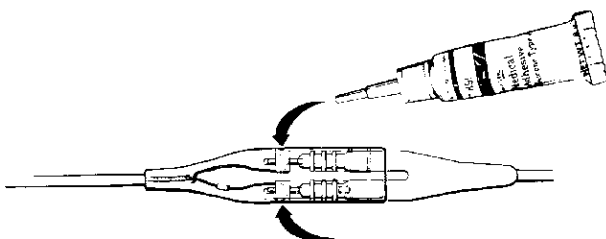

Figure 3. Appliquer de la colle médicale dans les trous des deux vis.
7. Placer l'embout d'applicateur sur le tube de colle médicale. Remplir puis couvrir les trous des deux vis avec de la colle médicale (Figure 3).